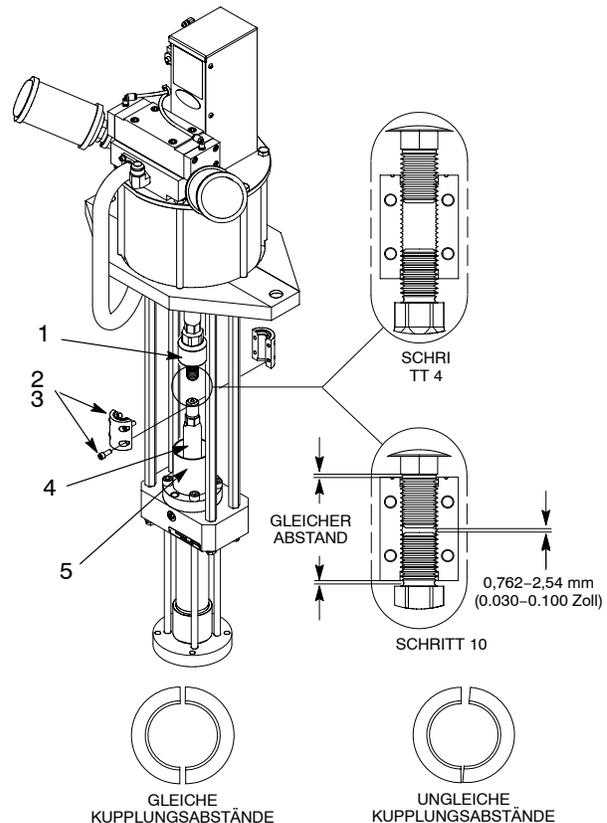

Abb.4 Kupplungshälften installieren
OFF	<p>Hinweis: Die Kupplungshälften sind ein gepaarter Satz. Beide Hälften tragen die gleiche Seriennummer.</p> <ol style="list-style-type: none"> Siehe Abbildung 4. Sicherstellen, dass bei jeder Hälfte die Seite mit der Nut nach oben zeigt. Beide Hälften (2) wie gezeigt über die Kupplungsstange (1) und die Druckkolbenstange (4) setzen. Sicherstellen, dass drei Gewingänge der Kupplungsstange und der Druckkolbenstange in die Kupplung eingreifen. Die Kupplungshälften mit den Kupplungsschrauben (3) befestigen. Sicherstellen, dass das Entlüftungsventil am Pumpengehäuse geöffnet und nicht verstopft ist.